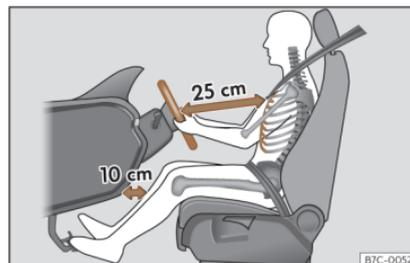

Fig. 2 La separazione corretta tra il conducente e il volante deve essere di 25 cm come minimo (10 pollici).
- Regolare il volante in modo che si trovi a una distanza di almeno 25 cm (10 pollici) dallo sterno»» fig. 2 e sia possibile tenerlo con entrambe le mani sui lati, all'esterno, con le braccia leggermente flesse.
- Regolare il sedile longitudinalmente in modo da poter premere completamente i pedali tenendo le ginocchia leggermente piegate e in modo tale che la distanza tra l'area del ginocchio e il cruscotto sia di almeno 10 cm (4 pollici)»» fig. 2.